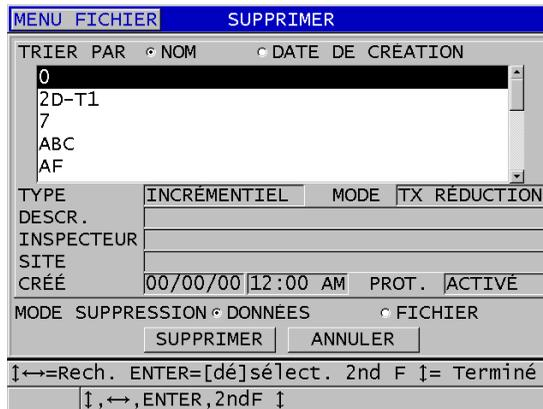

Figure 11-20 Suppression de fichier
3. Dans l'écran **SUPPRIMER**, faites ce qui suit (voir la Figure 11-20 à la page 213) :